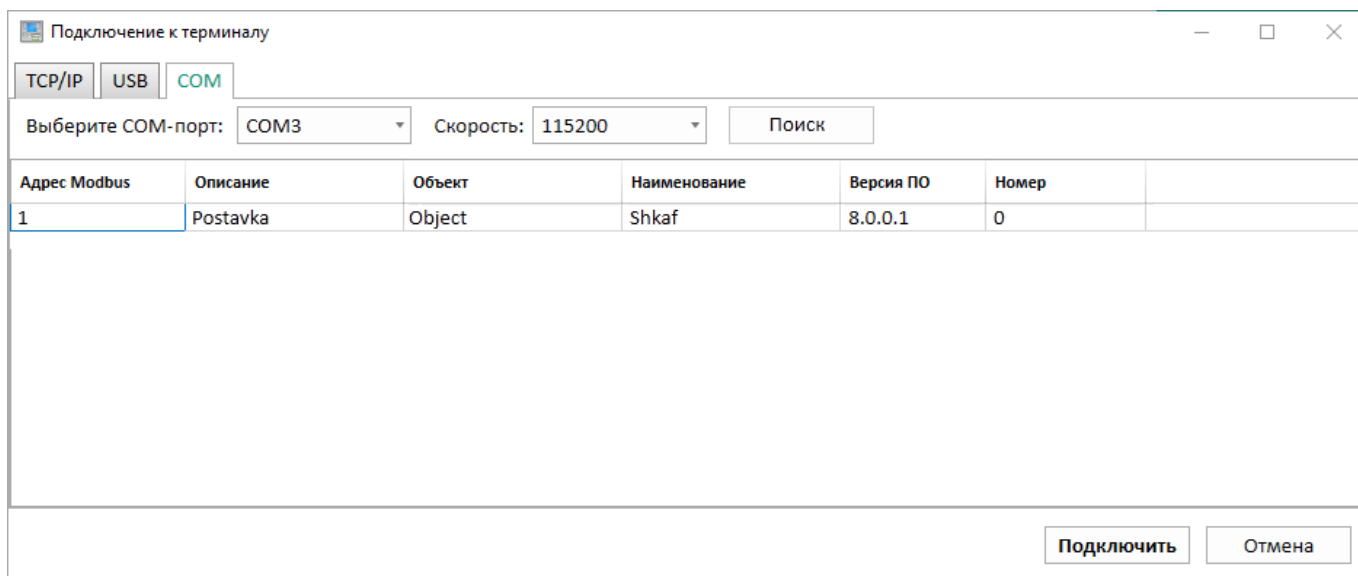

Рисунок 3
– COM. Данная вкладка (рисунок 3) позволяет подключиться к устройству через COM-порт.